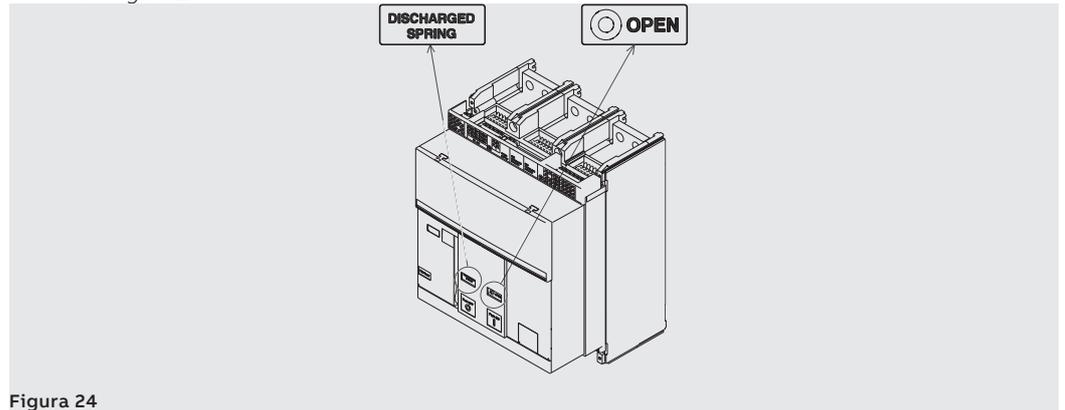

Figura 24
- Controlar que el interruptor esté abierto (indicador abierto/cerrado "O - OPEN") y controlar que los resortes estén descargados (indicador resortes "blanco - DISCHARGED SPRING") como indicado en Figura 24.